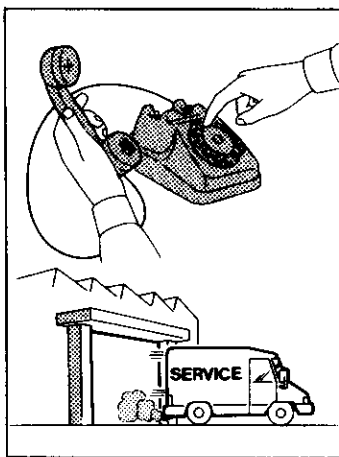

Fig. 11
- En cas d'anomalie de fonctionnement, procédez vous mêmes aux vérifications suivantes avant d'appeler le Service Après Vente de votre revendeur (Fig. 11).